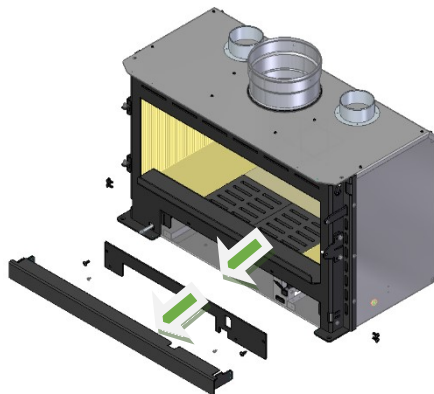

Figure 44 - Retrait du rabat inférieur et du couvercle inférieur
a. Retirez le rabat inférieur en défaisant les vis latérales, puis retirez le couvercle inférieur avant en défaisant également les vis, voir Figure 44.